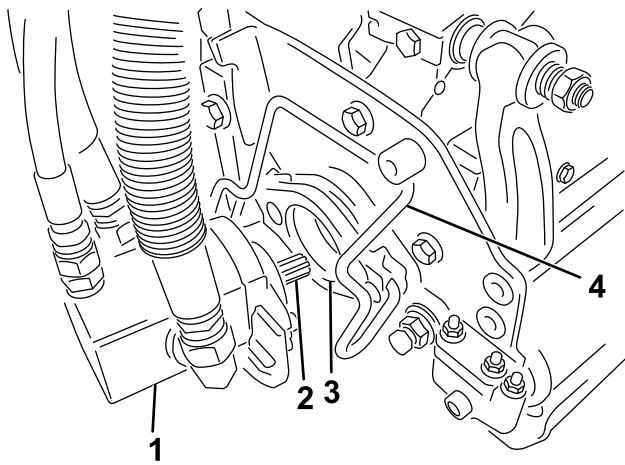

Figura 34
5. Cubra el eje acanalado del motor de la unidad de corte con grasa limpia (Figura 34).
6. Introduzca el motor en el lado izquierdo de la unidad de corte (visto desde el puesto del operador) y tire de la barra de retención del motor (en la unidad de corte) hacia el motor hasta que oiga un "clic" en ambos lados del motor (Figura 34).